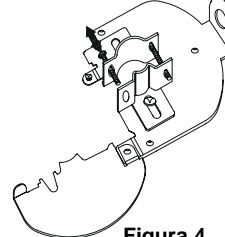

Figura 4
Paso 4 – Apriete el anclaje del cable y cierre la placa metálica (tapa del terminal). (Figura 4)